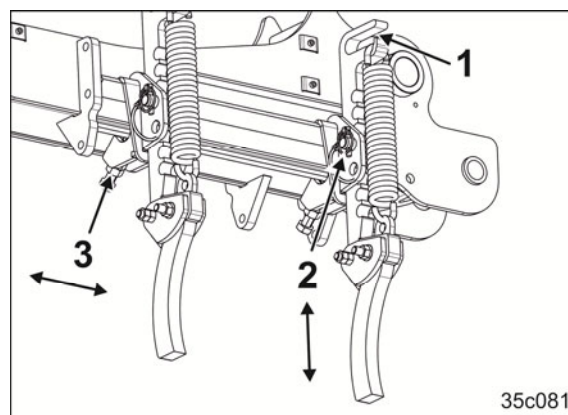

Рис. 195
1. После регулировки затяните и законтрите винты (Рис. 195/3).
1. Возьмитесь за ручку (Рис. 195/1) следорыхлителя.
2. Извлеките палец (Рис. 195/2).